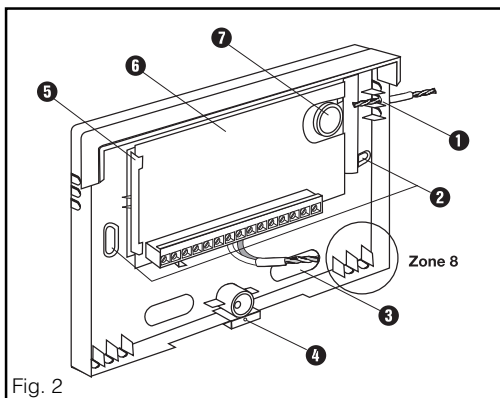

Fig. 2
#### 3.2 Composants du produit (fig. 2)
- 1 - Casser à l'aide d'un tournevis, l'opercule de la vis d'autosurveillance à l'arrachement (7 fig.2)
- 2 - Marquer les perçages pour les 2 trous de fixation (2 fig. 2) et la vis d'autosurveillance à l'arrachement (7 fig. 2)
- 4 - Si nécessaire, casser les parties découpées pour faire passer le câble (A).
- 6 - Fixer l'embase par 2 vis (B)
- 3 - Utiliser l'oeillet (fig. 2 4) pour un fil de plombage Ø 0,8 mm.